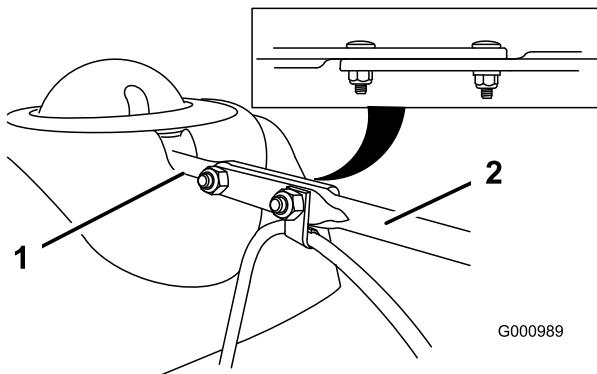

Рисунок 9
- Расположите на одной линии сплющенный задний конец длинного штока управления желобом со сплющенным передним концом короткого штока, который выступает из пульта управления, таким образом, чтобы они образовали единое целое (Рисунок 9).